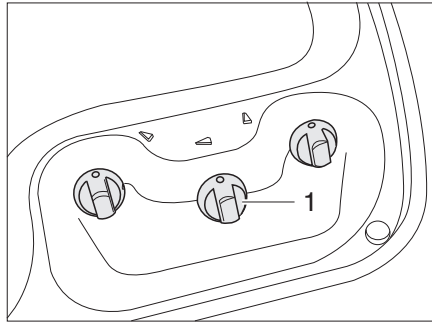
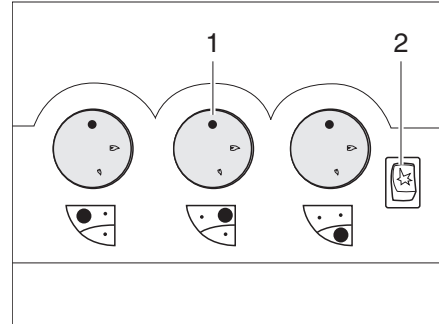

Fig. 341 Elementos de mando para la cocina de gas (sin tecla de encendido piezoeléctrica)
Fig. 342 Elementos de mando para la cocina de gas (con tecla de encendido piezoeléctrica)
- Girar el regulador giratorio (Fig. 341,1 ó Fig. 342,1) correspondiente al quemador deseado a la posición de encendido (llama alta).
- Si hay una tecla de encendido (Fig. 342,2): Generar chispas pulsando la tecla de encendido.